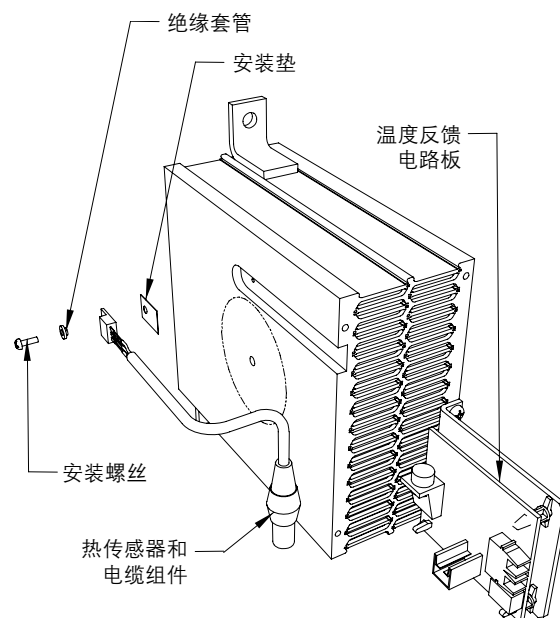

图 5.21 - 更换热传感器
11. 注意, 热传感器与其散热片之间存在一个很小的电压差。为了能够正常运行, 需要在热传感器与散热片之间安装小型绝缘垫片, 在热传感器安装螺丝与热传感器之间安装绝缘套管(请参阅图 5.21)。